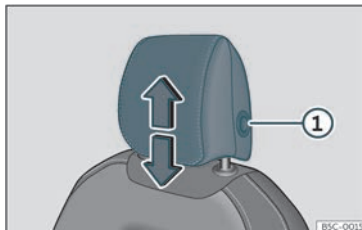
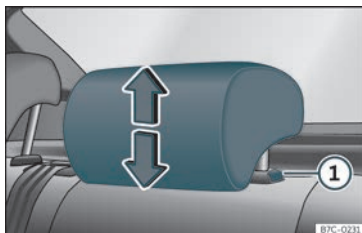

Fig. 106 Seient davanter: regulació del reposacaps.
Fig. 107 Reposacaps del darrere: regulació del reposacaps.
- Agafeu el reposacaps amb les dues mans pels costats i empenyeu cap amunt fins a encaixar-lo amb la posició desitjada. Per abaixar-lo, feu la mateixa acció, tot prement el botó lateral ①»» fig. 106 »» fig. 107.
- Premeu el botó lateral»» fig. 106 ① i traieu el reposacaps.